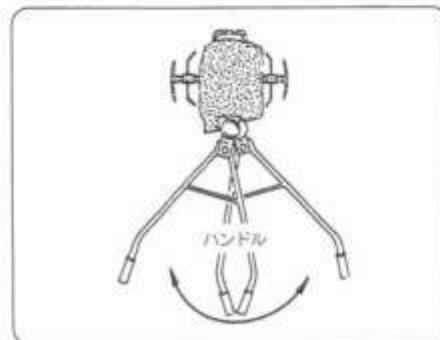

図17
2) 旋回のしかた(図17)
- ①旋回または進路変更をするときはハンドルを振っておこないます。